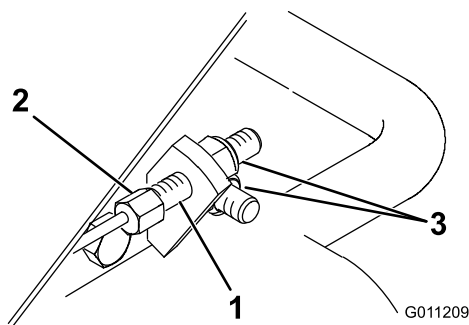

Figura 48
1. Tense el cable sujetando el extremo hexagonal del cable con una llave y girando la tuerca del extremo del cable con otra llave (Figura 48).